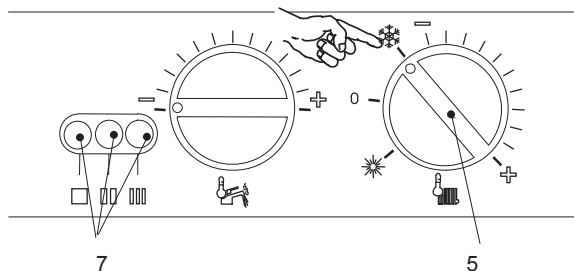

Fig. 6.3
- 2 Turn the function selector 5 as in Fig. 6.3. The appliance operation light 7 will flash every 2 seconds.
- 2 Переместете переключатель 5 в положение, как указано на рис. 6.3. Индикатор работы котла 7 будет моргать каждые 2 секунды.